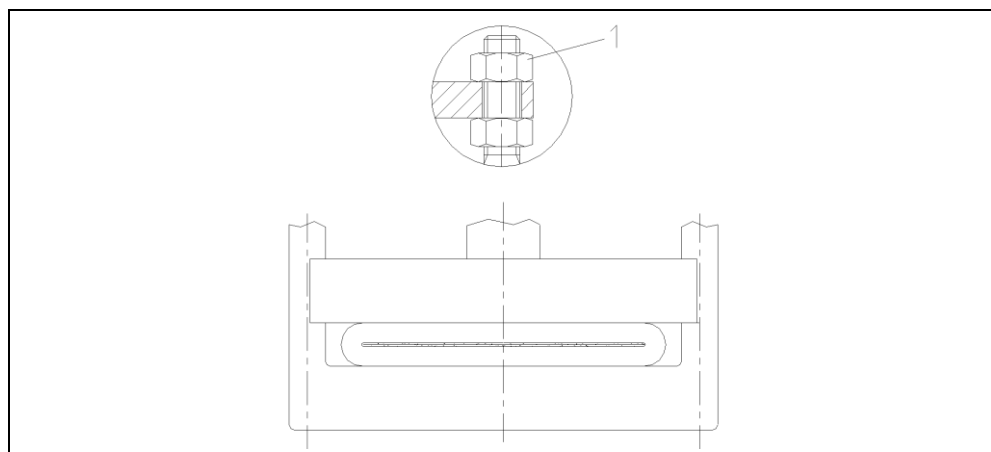

Fig. 10.3.
- Une fois les écrous (Fig. 10.3, écrou 1) serrés sur la partie supérieure de la plaque de fixation, la barre de pincement inférieure s'élève et exerce un serrage suffisant au niveau du manchon garantissant ainsi une étanchéité parfaite. La vanne est alors prête pour installation sur la tuyauterie.